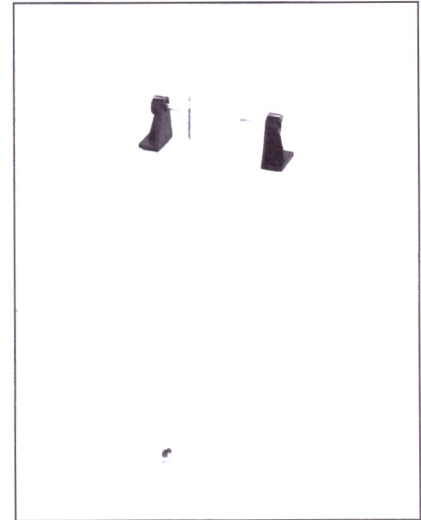

Abb. 10
9. Das neue Band wird um die untere Rolle gelegt und in das kopfüber gehaltene Glasrohr eingeschoben. Anschließend wird die untere Rolle mit ihrer Welle in die langen Schlitz des Rohres eingelegt (Abb. 10).